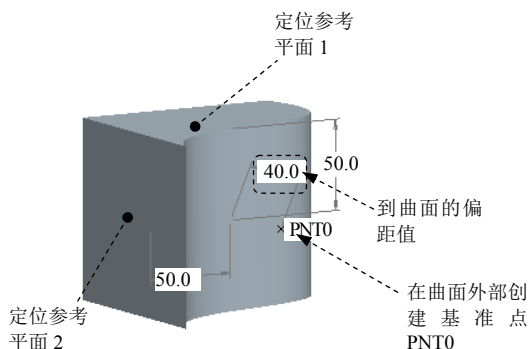

图 8.1.5 创建基准点
如图 8.1.5 所示，现需要在模型圆弧曲面的外部创建一个基准点 PNT0，方法如下：
Step3. 在图 8.1.5 所示的圆弧曲面上单击，系统立即产生一个缺少定位的基准点 PNT0。
(1) 在 **参考** 栏的下拉列表框中选择“偏移”选项，并在 **偏移** 文本框中输入从该曲面偏移的距离值。
(2) 在 **偏移参考** 栏内单击, 激活此区域, 然后按住 **Ctrl** 键, 选取图 8.1.5 所示的平面 1 和平面 2 为定位参考, 并修改定位尺寸。